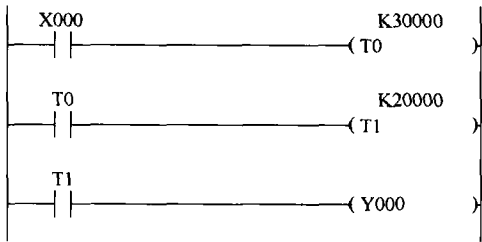

图 2-31 延时 5000s
(1) 多个定时器组合 用 FX_{3u}、FX_{2N} 系列 PLC 实现 5000s 的延时程序如图 2-31 所示。
(2) 定时器与计数器的组合 利用定时器的组合，可以实现大于 3276.7s 的定时，但更长时间定时如几万秒甚至更长的定时，则需要较多的定时器，电路也变得复杂，可以采用定时器与计数器的组合来实现。